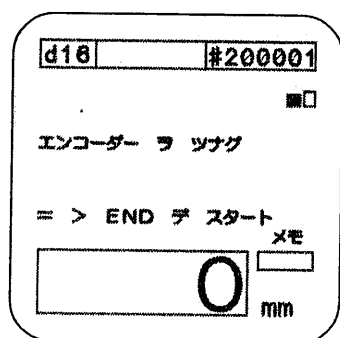

図39
- ☐ スキャンングにカーソルを合わせSTARTキーを押してください。図39が表示されます。